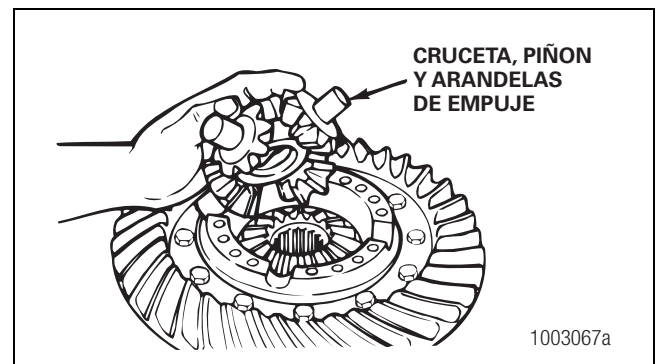

Figura 5.42
12. Instale la cruceta o cruz, los piñones del diferencial y las arandelas de empuje en la media caja con brida. Figura 5.42.